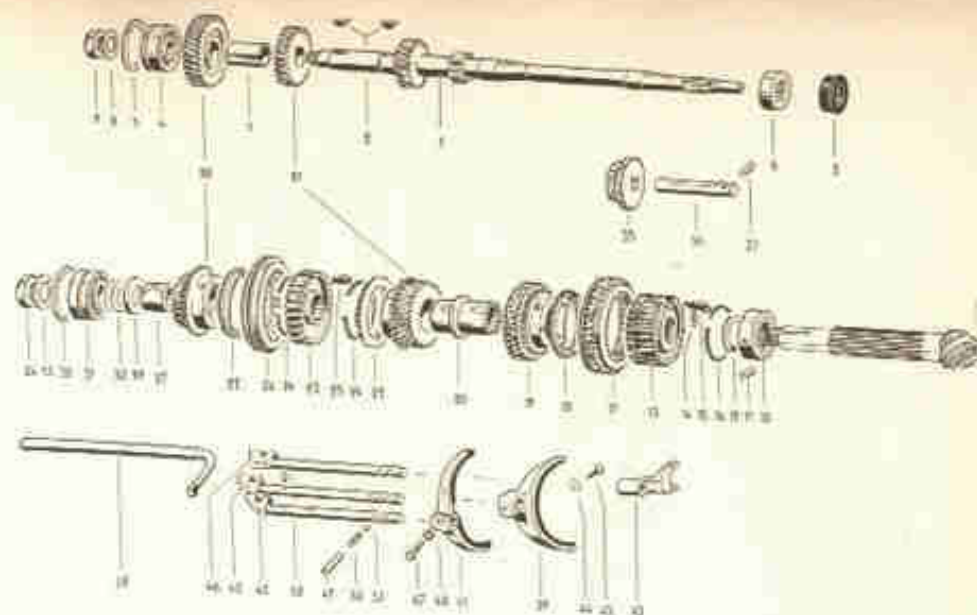

Fig. 7-J — Componentes internos da caixa de mudanças
— Retira-se o eixo da engrenagem de marcha-a-ré, preso por um pino, (37, da fig. 7-J) e depois a engrenagem.
Desmontagem da árvore primária. — As referências são feitas em relação a fig. 7-J. O rolamento de agulhas (6) se retira a mão. Para se retirar a porca (9) prende-se a árvore em um torno. O rolamento (4) e a engrenagem da 4.^a (28) se retiram com auxílio da prensa VW 400 em combinação com as ferramentas VW 401 e VW 408. A bucha espaçadora (7) se retira com uma chave de fenda. Para se extrair a engrenagem da 3.^a usa-se a prensa VW 400, em combinação com as ferramentas VW 401, 409, 421 e 431.
Árvore secundária e peças anexas. — A fig. 7-J também mostra a árvore secundária e a desmontagem desse conjunto torna-se mais fácil com auxílio de ferramenta VW 314, para apoio da árvore secundária. Naturalmente, todas as engrenagens, rolamentos e buchas só podem ser desmontados pela extremidade da porca, pois na outra se encontra o pinhão que é solidário com a árvore. Assim, retira-se a porca e todas
as engrenagens, sincronizadores e buchas e os dois rolamentos, na sequência mostrada pela fig. 7-J.